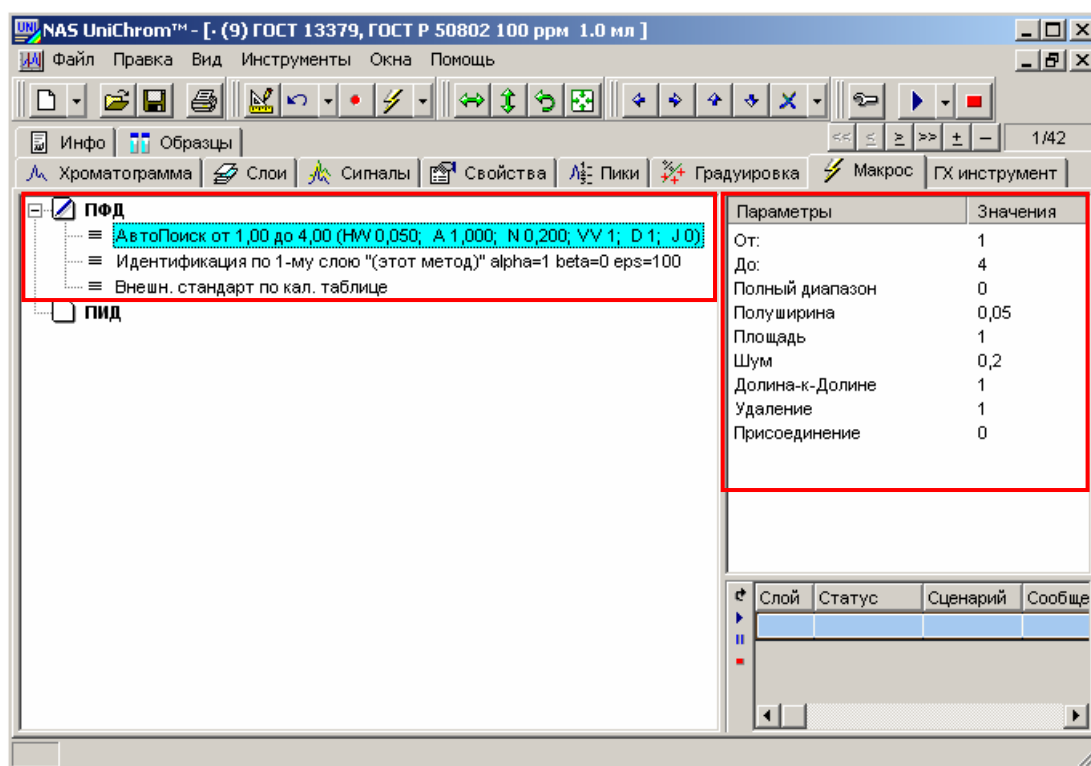

Рис. 43. Авто-поиск пиков для сигнала ПФД.
- Авто-поиск пиков с параметрами, указанными в таблице 7 (см. Рис. 43)